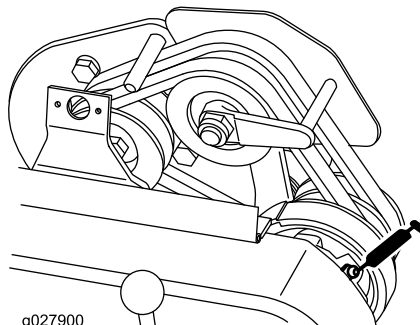

Рисунок 25
- Одна на шарнирах натяжного ролика ремня (Рисунок 25).